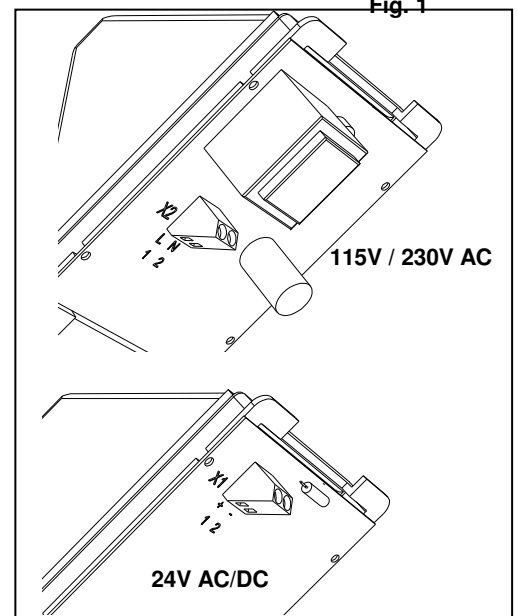

Fig. 2
3. Installationskabel an entsprechender Klemme anschließen (**s. Fig. 2**)
3. Connect the installation cable with the according terminal (**s. Fig.2**)
3. Faire passer le câble de raccordement vers la borne et raccorder. (**Fig.2**)